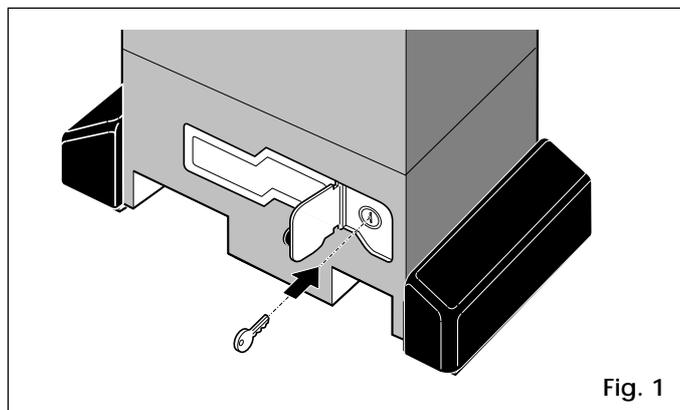

Fig. 1
Per accedere al serbatoio è necessario togliere temporaneamente il tappo di carico olio (Fig.1 rif.10).
- 1) Aprire lo sportellino di protezione ed inserire l'apposita chiave in dotazione nella serratura (Fig. 1).